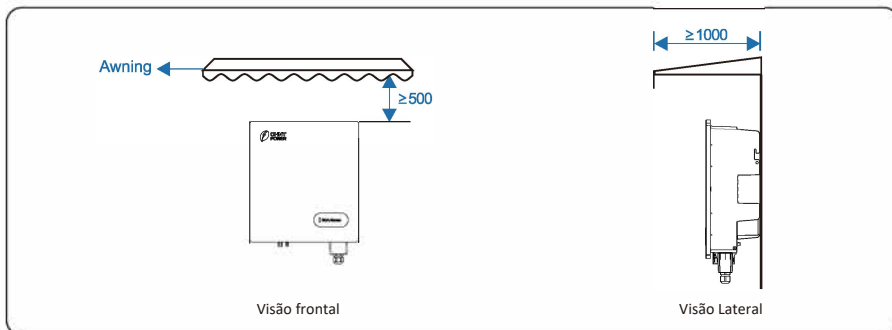

Figura 4.3 Ambiente de Instalação com Cobertura (unidade: mm)
- e. O inversor deve ficar livre da exposição direta ao sol, chuva e neve para prolongar sua vida útil. Recomenda-se que o inversor seja instalado em um local abrigado. Se não houver abrigo disponível, construa uma cobertura, conforme mostrado na Figura 4.3.